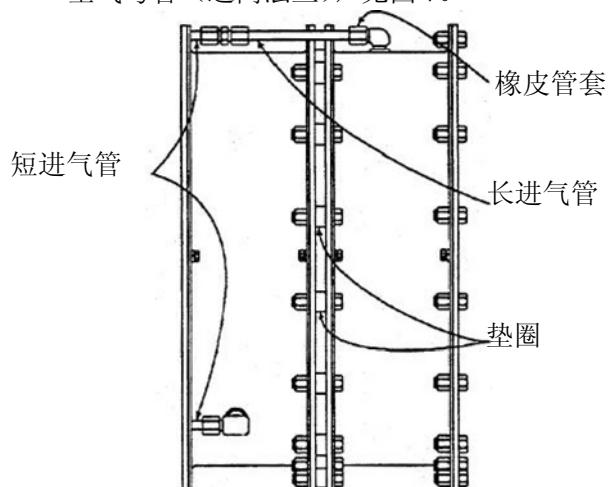

图 8
- 2.7.7 对准进气管，重新组装离合器的两半，确保垫圈处于离合器间的位置正确。见图 8。
- 2.7.8 重新装上进气管，如果弯管已拆下，在螺纹上涂上优质管道密封剂。见图 8。